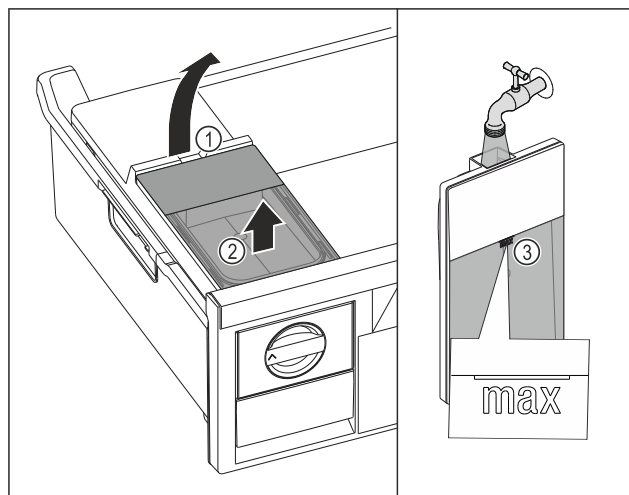

Fig. 109
- Zbiornik wody unieść za wycięcia Fig. 109 (1).
- Wyjąć zbiornik wody do góry. Fig. 109 (2)
- Zbiornik wody napełnić wodą pitną aż do oznaczenia Fig. 109 (3).